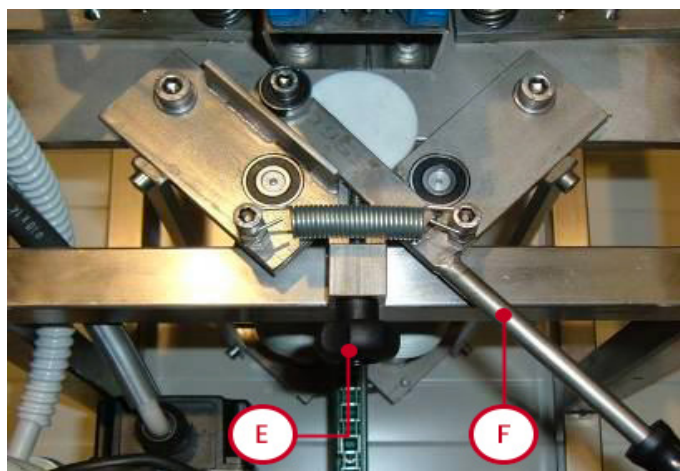

Fig. 3
3.2 RULLI APRICELLE (fig. 3)
La regolazione dei rulli apricelle si ottiene agendo sul pomello (E) posto all'uscita del telaino dalla macchina e visibile in fig.3.